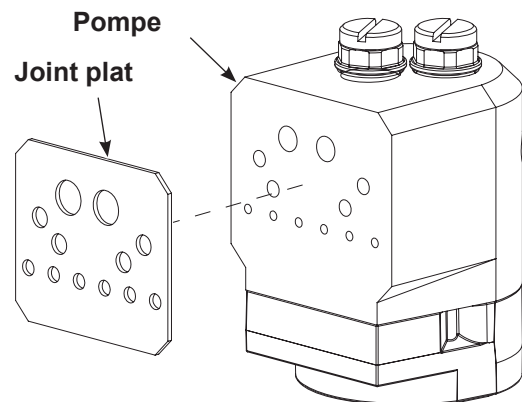

Figure 27 Remplacement du joint plat de la pompe
1. Voir la Figure 27. Retirer le joint plat de la pompe.